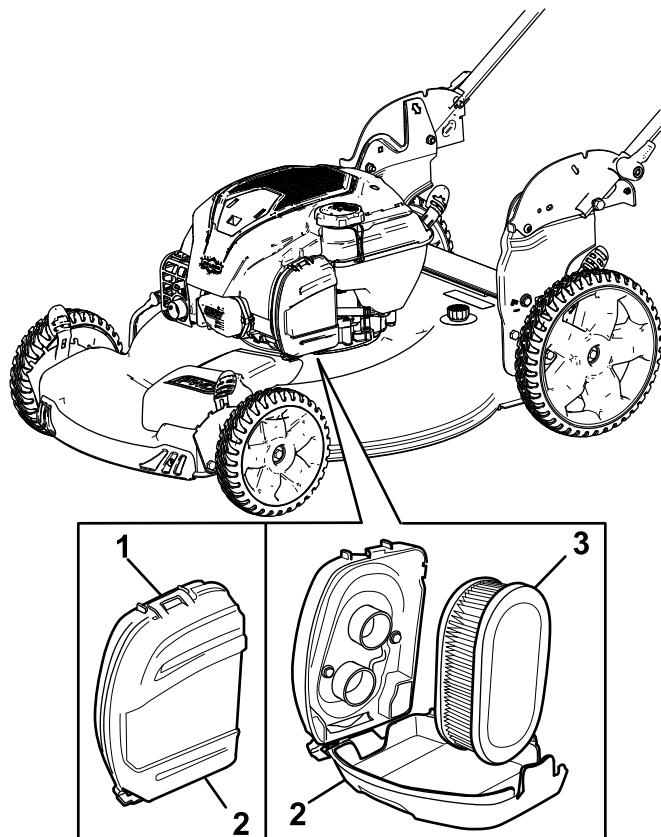

Figure 23
- Déclipsez le haut du couvercle du filtre à air (Figure 23).
- Retirez le filtre à air (Figure 23).